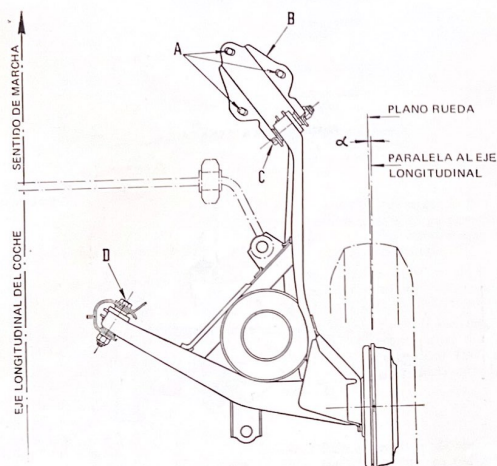

Fig. 79.—Esquema del reglaje de la convergencia.
Angulo de convergencia de la rueda con el plano de rueda vertical (fig. 79): $\alpha = 0^\circ 12' \pm 6'$
El ángulo de convergencia α (fig. 79) se regula modificando el juego existente entre los orificios (A) y los tornillos que fijan el soporte (B) a la carrocería.